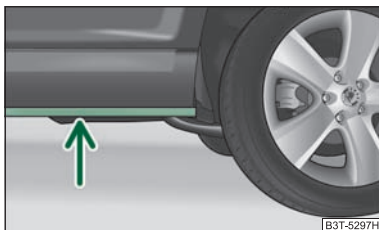

Fig. 177 Alma del larguero inferior del vehículo
- Determinar la profundidad del agua antes de un vadeo. El agua puede alcanzar, como máximo, hasta el alma del larguero inferior del vehículo ⇒ fig. 177.